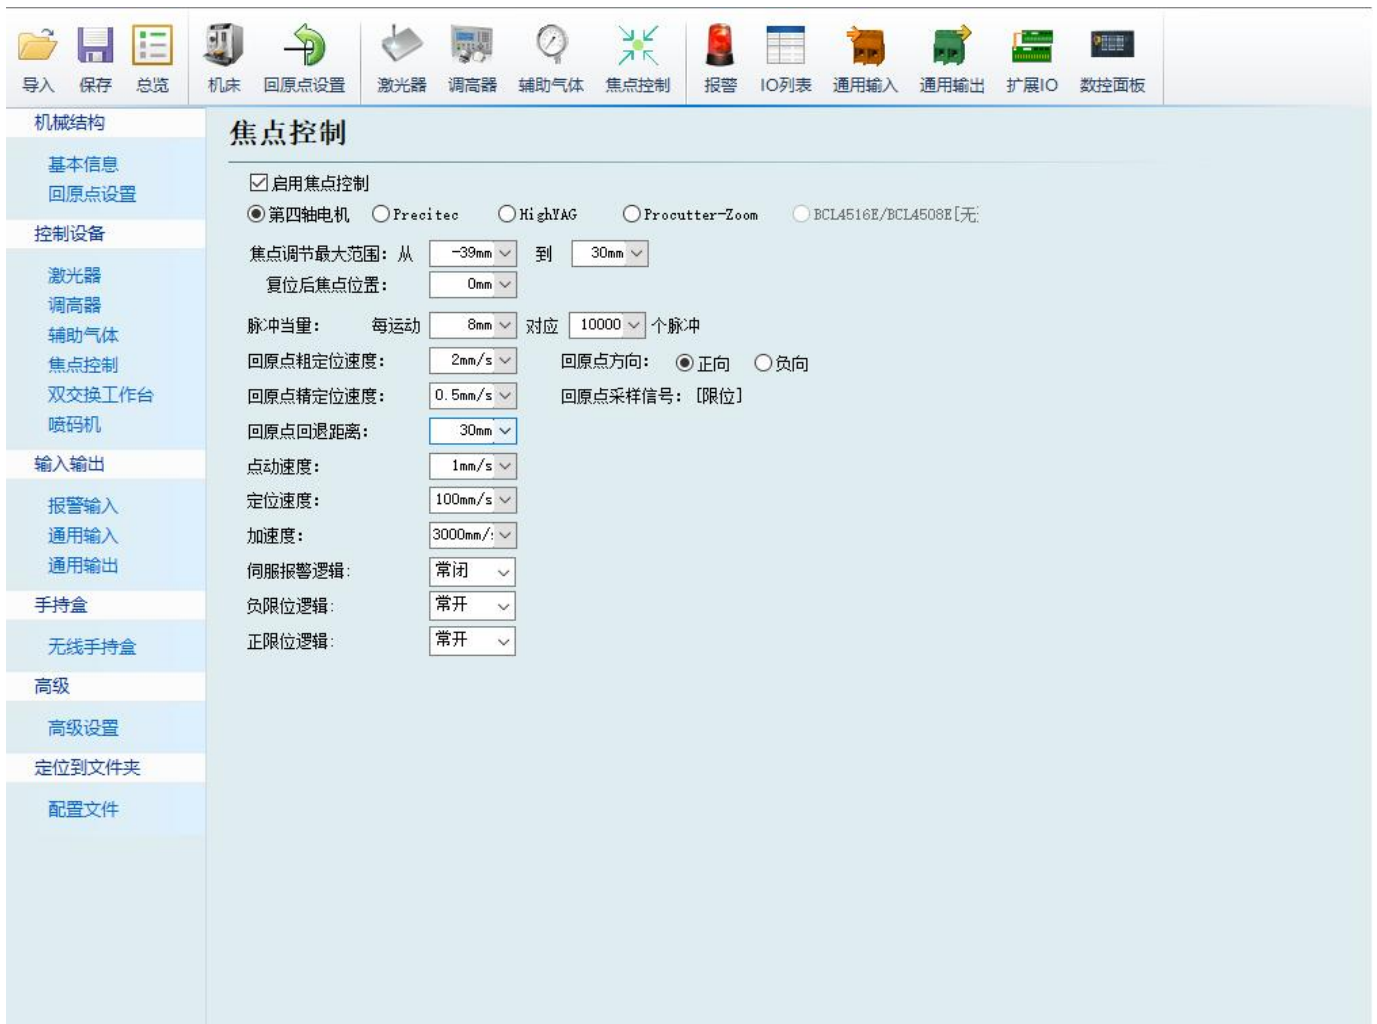

图2.3
① 打开软件配置平台，设置焦点回退距离30mm（可根据实际情况微调），使准直焦点在零刻度位置（以柏楚为例）如图2.3所示。